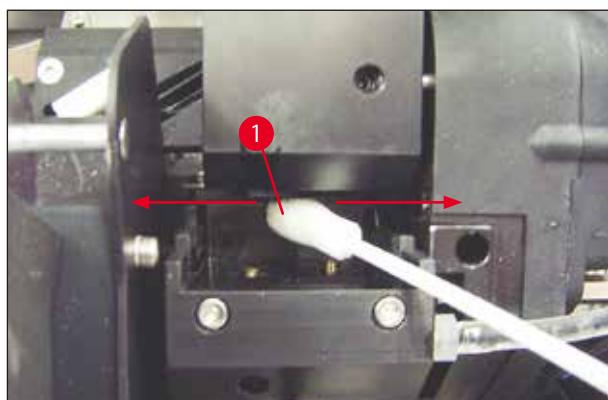

图 54
5. 小心地将棉签插入到打印头下的间隙中(→ "图 54")。轻轻向上用一点力(在打印头上),用棉签来回擦拭(约 10 次)。该步骤可去除干燥的残余油墨。